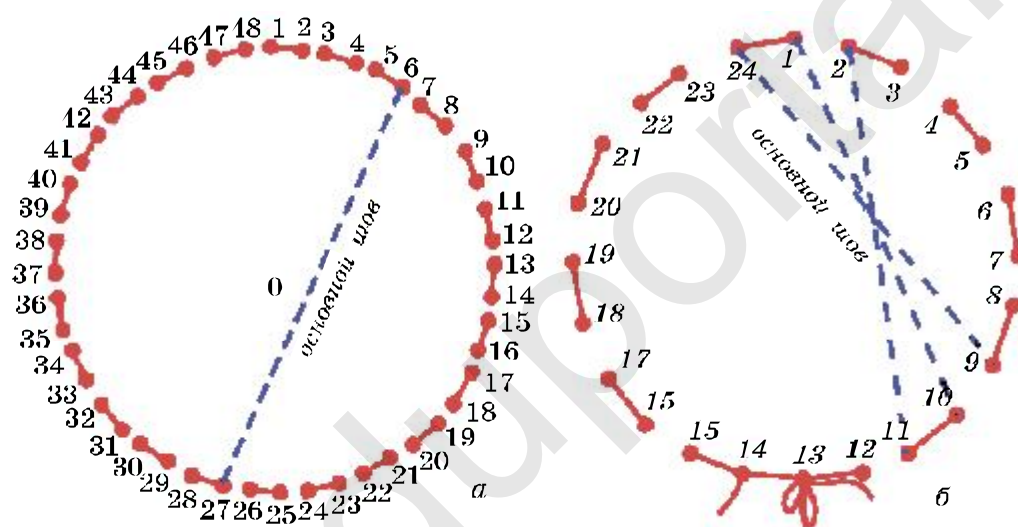

Рис. 35. Метод заполнения круга: а — подготовка эскиза к работе; б — основной процесс
**Метод заполнения круга (рис. 35).** Наполнение кругов осуществляется в соответствии со способом заполнения угла.